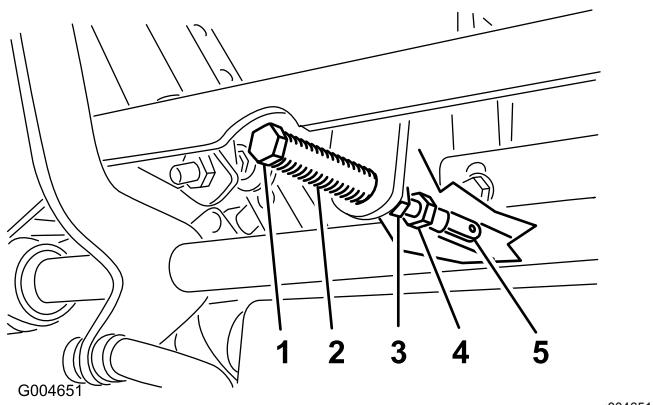

Bild 56
5. Ziehen Sie den Hebel zurück, bis der Lastösenbolzen (am Arm über der Gelenkwelle) das Schlitzende berührt (und soeben Druck auf die Feder ausübt), wie in Bild 56 abgebildet.